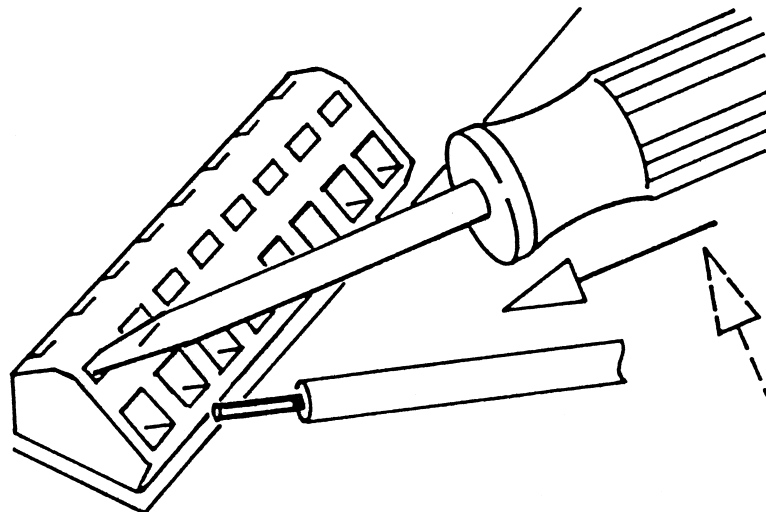

Fig. 6
- Wskazówka dla prac z zaciskami bez śrub: na rys. 6 pokazano jak otwierać zaciski za pomocą śrubokręta. Do jednego zacisku można podłączyć tylko jeden przewód.